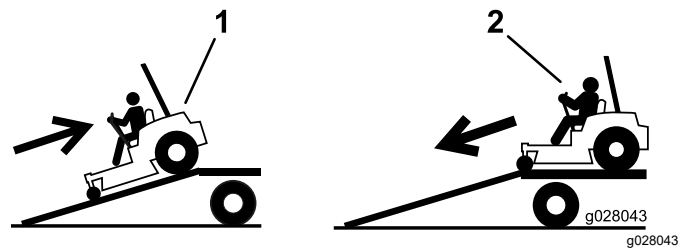

Figura 36
4. Urcăi maina pe rampă cu spatele (Figura 36).
2. Coborâți maina de pe rampă cu faa (Figura 36).